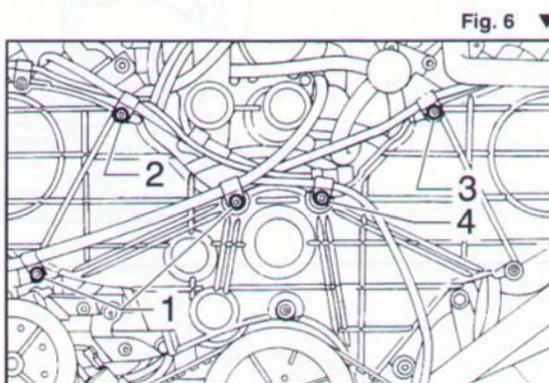

Fig. 6 ▼
**NOTA** Prestare attenzione alla posizione dei passacavi (Fig. 6):
**NOTE** Take note of position of the following cable fairleads (Fig. 6):